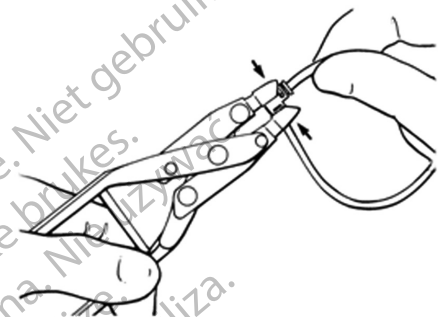

Figura 4-35. Utilizarea unui conector în unghi drept.
- Folosiți instrumentul de două ori, o dată la fiecare capăt. (Figura 4-35)